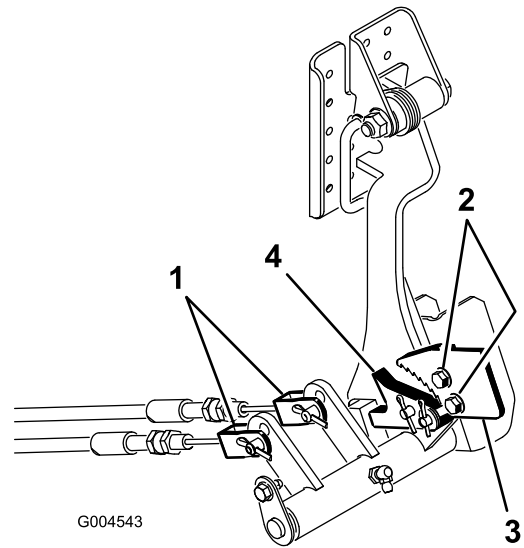

図 75
2. 駐車ブレーキのツメをフレームに固定しているネジ2本をゆるめる（図 75）。
3. ブレーキのツメが戻り止めに完全に掛かるまで駐車ブレーキ・ペダルを前に踏み込む（図 75）。
1. ブレーキ・ケーブルをブレーキ・ペダルのロッドに固定しているコッター・ピンを取る（図 75）。